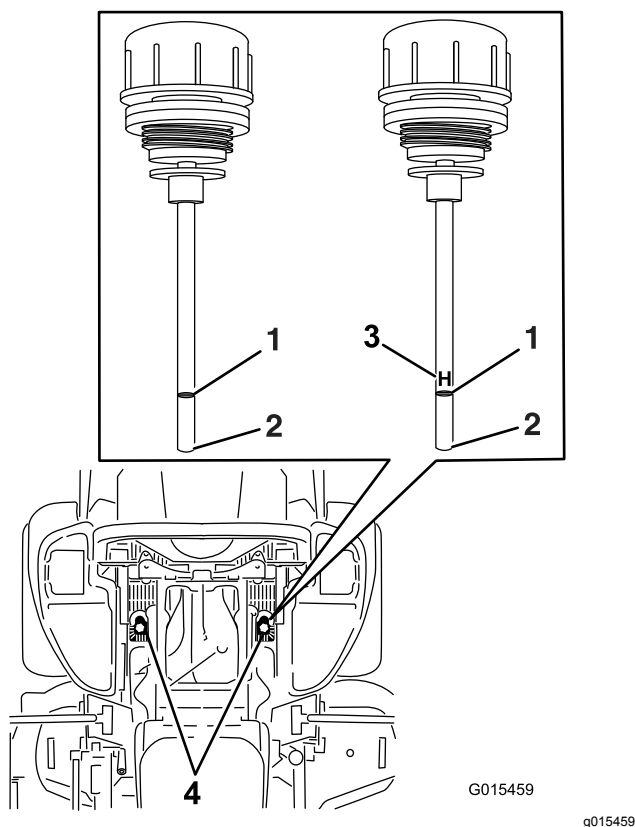

Figura 94
6. Limpie la zona alrededor de las varillas de los depósitos del sistema hidráulico (Figura 94).
7. Retire una varilla del depósito de aceite hidráulico (Figura 94).
9. Retire la varilla e inspeccione el extremo (Figura 94).